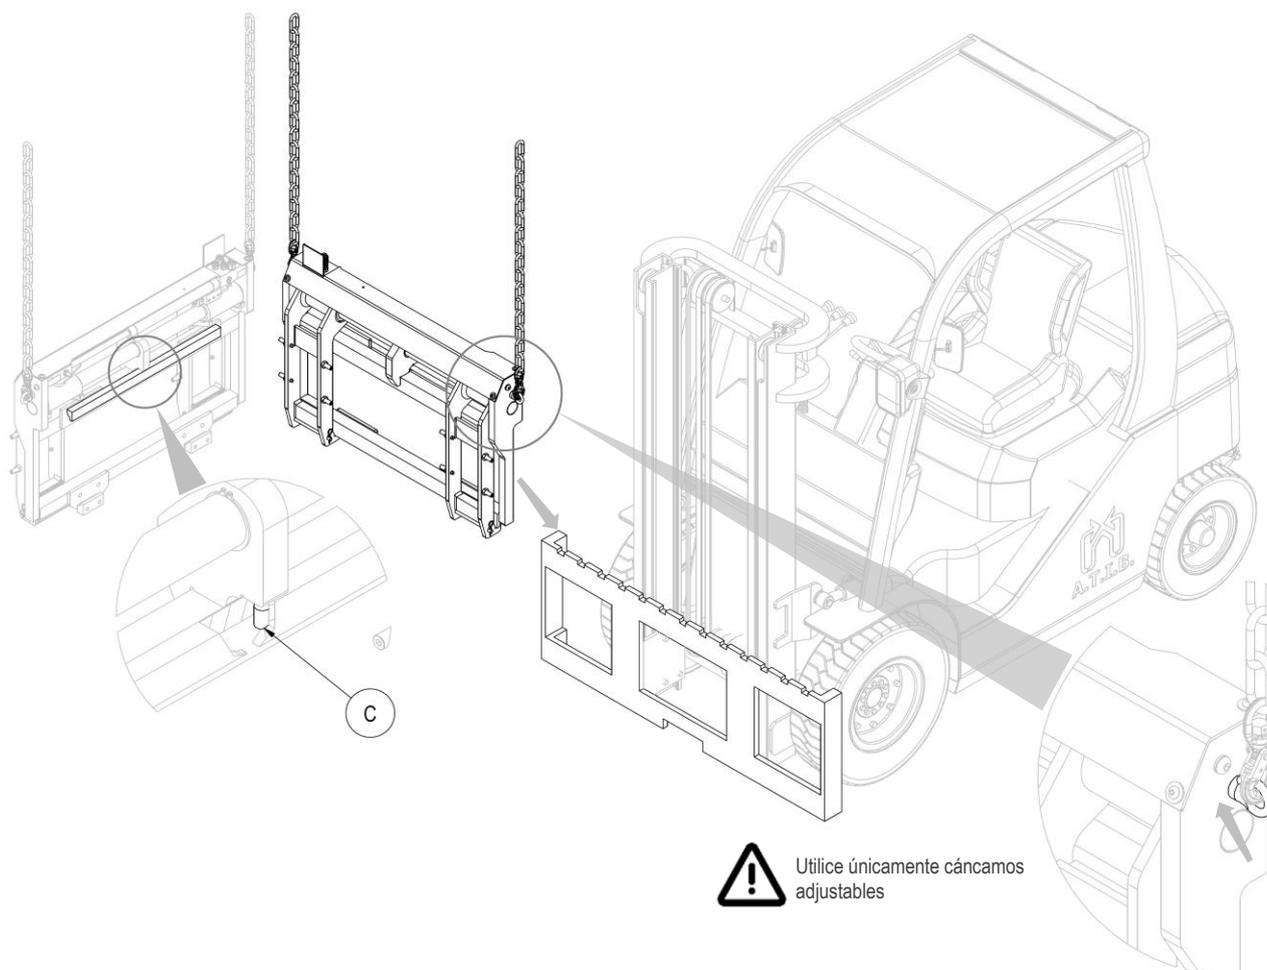

Figura 7
5. Para su manipulación, se deben utilizar cáncamos, que se deben atornillar en los espacios correspondientes (mira *Figura 7*).
6. Enganche el implemento desde el punto de agarre superior con un puente grúa colóquelo en la placa porta horquillas, teniendo cuidado de encajar el diente de centrado **C** en la muesca central de la placa (mira *Figura 7*).